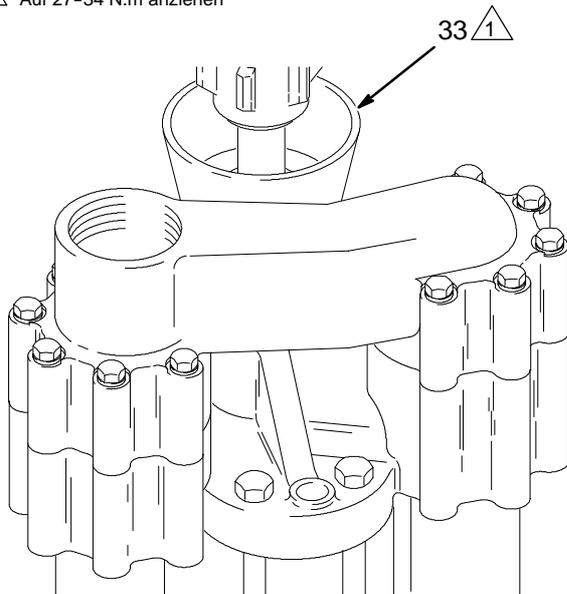

Abb. 6
1. Packungsmutter/Öltasse (33) zur Hälfte mit Graco TSL-Flüssigkeit füllen. Siehe Abb. 6.